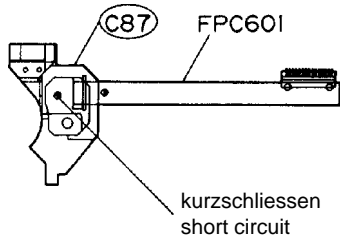

Fig. 4
- **Wichtig:** Vor dem Ausbau der Pick-Up-Einheit müssen die beiden Lötstellen auf der Pick-Up-Einheit kurzgeschlossen werden! (Fig. 4)
- Steckverbindung **FPC601** lösen (Fig. 4) und CD-Leiterplatte **PCB3** herausnehmen.
- **Important:** Before removing the Pick Up Unit the two solder tags on the Pick Up Unit must be connected (Fig. 4).
- Unplug the connector **FPC601** (Fig. 4) and take out the CD Board **PCB3**.